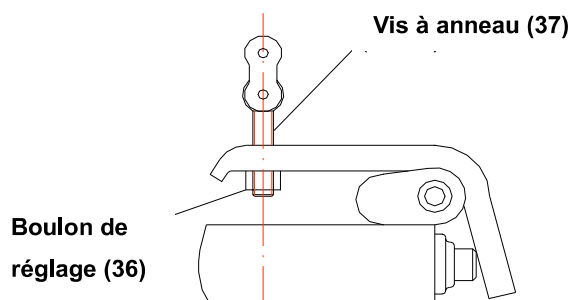

Figure 2
Le levier de commande (49) n'est pas en position correcte.	Ajuster l'écrou de réglage (No. 36) correctement. (voir fig 2, point 4.2.2)
4.2.2. Réglages (fig.2)